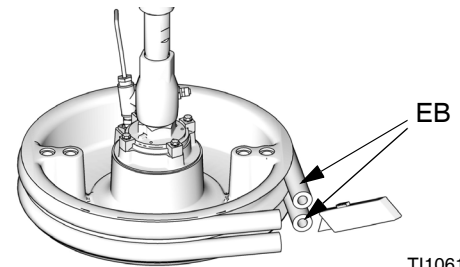

ABB. 33
2. Den Schalter des Stromanschlusskastens (AK) und den Trennschalter (AZ) ausschalten.
3. Um verschlissene oder beschädigte Abstreifer (EB) zu ersetzen, Platte aus dem Fass herausheben. Fass vom Boden entfernen. Material von der Platte abwischen.
4. Den/die Abstreifer (EB) mit Messer schneiden und von Platte entfernen. Siehe ABB. 33.